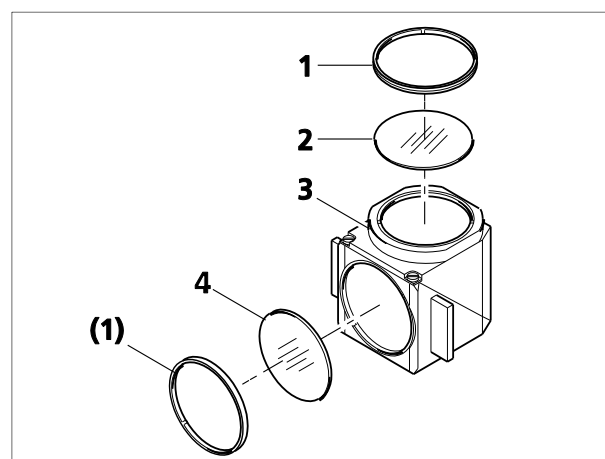

Figure 3-36 Remplacement du jeu de filtres dans le module réflecteur FL P&C
- Retirer le module réflecteur FL P&C (Figure 3-36/3) de la tourelle porte-réflecteurs (voir paragraphe 3.1.5).
- Utiliser la pièce métallique d'assemblage de la boîte à outils pour dévisser la bague de retenue (Figure 3-36/1).
- Retourner le module réflecteur afin que le filtre (Figure 3-36/2 ou 4) tombe sur une surface souple.
- Mettre le filtre barrière en place (Figure 3-36/2), puis le filtre d'excitation (Figure 3-36/4), et les fixer à l'aide de la bague de retenue (Figure 3-36/1).